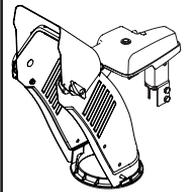

Figura 7
**NOTA:** En modelos con Control del Canal Superior (con eje flexible), Control del Canal de Cuatro Direcciones y Control Eléctrico del Canal, corte los precintos que sujetan el eje flexible a la manija inferior y deje dicho eje a un costado. Quite las bandas elásticas que sujetan los cables a los pernos del carro y corte el precinto que sujeta la varilla de cambios a la manija inferior. Consulte la Figura 7 para identificar los estilos de control.
Consulte la Figura 7 siguiente para identificar su "Estilo de Control del Canal" y continuar con las instrucciones de "Montaje" correspondientes a su estilo específico en las páginas 38-43.